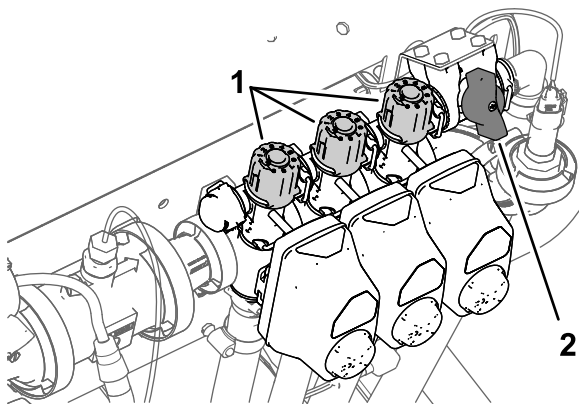

Figura 34
- Desactive el interruptor de la sección izquierda y ajuste el mando de desvío de la sección (Figura 34) hasta que el caudal indicado coincida con el valor anterior, según la tabla.
- Ajuste el mando de desvío de la sección derecha (Figura 34) hasta que el caudal indicado coincida con el valor anterior, según la tabla.
- Ajuste el mando de desvío de la sección central (Figura 34) hasta que el caudal indicado coincida con el valor anterior, según la tabla.